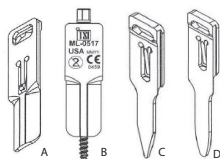

Abbildung 15
- Klemmstücke können verwendet werden, um eine Verlagerung des Muskels zu minimieren oder den Retraktor zu verankern (Abbildung 15):
- Verankerung: Klemmstück B, C oder D aus Abbildung 15
- Klingenverlängerung: Klemmstück A aus Abbildung 15 (mit oder ohne K-Draht verwenden)